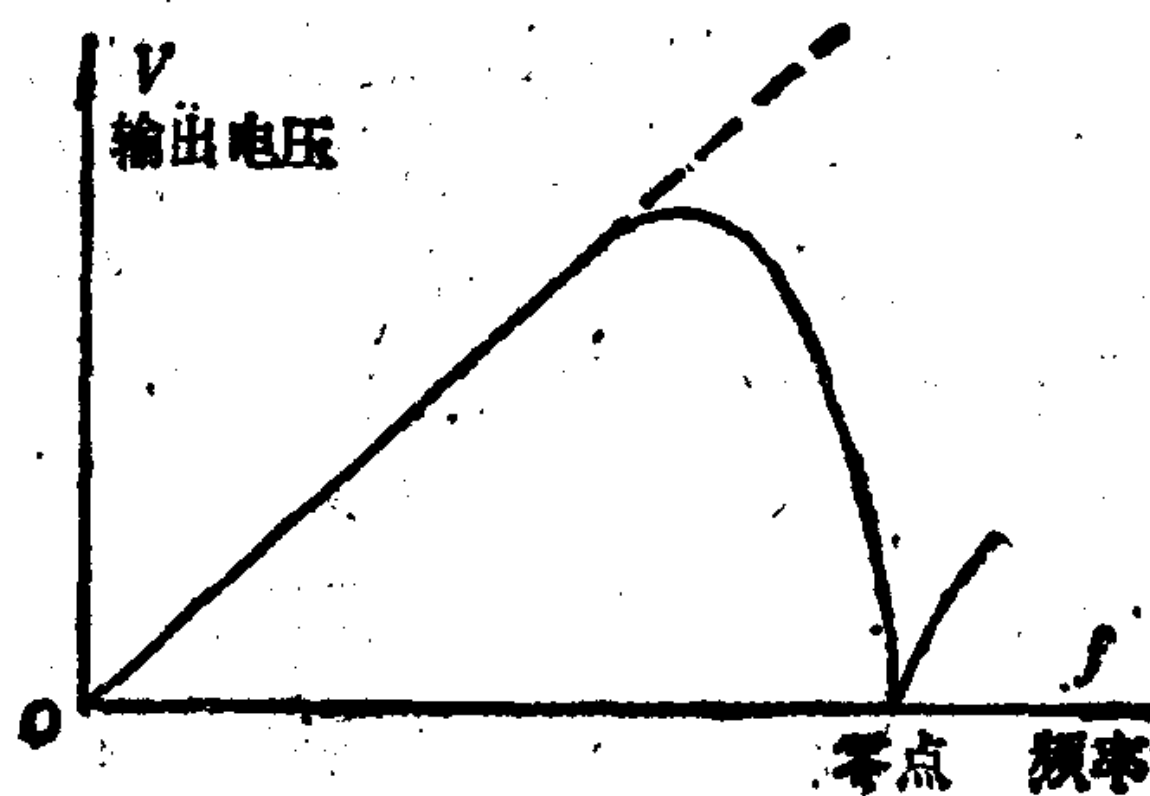
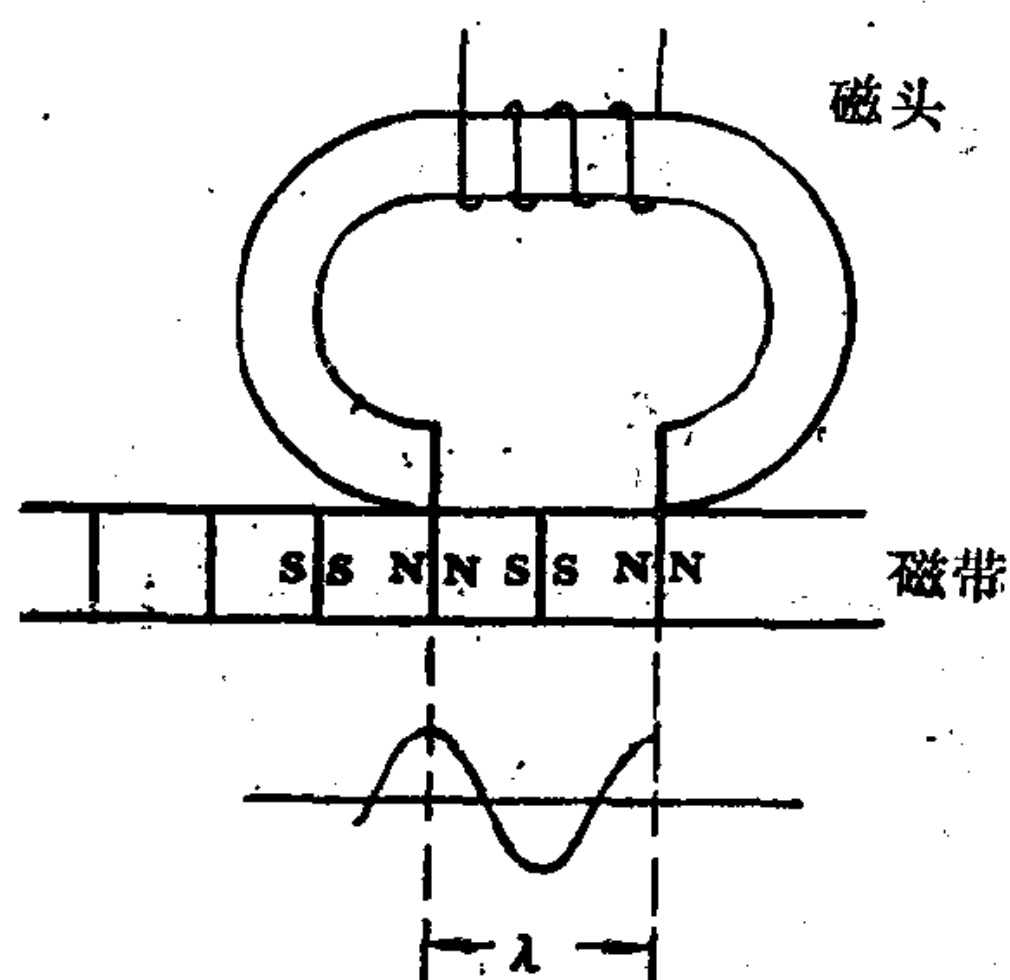

图1-3 磁头重放输出电压
图1-4 记录波长与重放信号
因此，磁头上的感应输出电压与记录信号的频率有关。当信号频率为0时，输出电压也为0（相当于磁头磁带不移动）。频率变高，输出电压就随着增加，而且这个增加速度是非常快的。它们的关系如图1-3所示。频率每增加一个倍频程，输出电压就增加一倍。即6 dB。在理
想情况下，它们成直线关系。但在实际情况下是不可能的，频率升高到一定程度，输出电压就会急剧下跌。当频率升高到它的记录波长等于磁头缝隙长度时，磁头两极尖之间正好包含一个记录波长，见图1-4。由于记录波长的正半周和负半周使磁头两极尖之间的磁场相互抵消，输出电压也就等于0。这就是图1-3中的零点。当频率再升高时，虽然还有一些输出，但已不能恢复原来的信号了。
- (1) 压缩视频信号的倍频程数。这可以采用调频调制的办法来解决。
- (2) 提高图1-3特性曲线的零点频率。这就必须减少磁头缝隙和提高磁头磁带相对速度。
另一方面，由图1-3可知，在一定范围内重放输出与频率成正比。因此，在频率很低时，其重放输出几乎为0，即使能录在磁带上也放不出来。